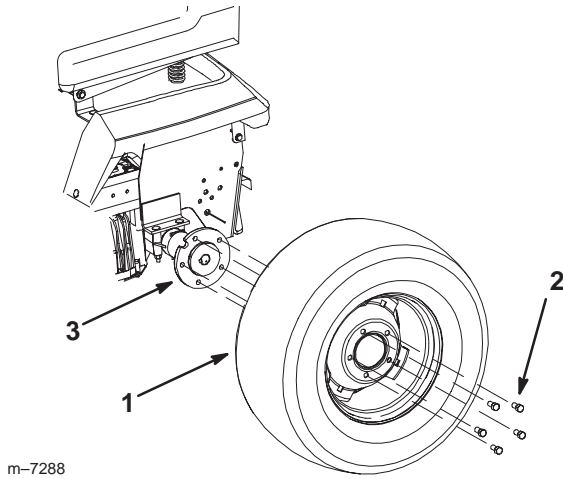

Figure 5
1. Montez la roue arrière sur le moyeu, la valve dirigée vers l'intérieur (Fig. 5).